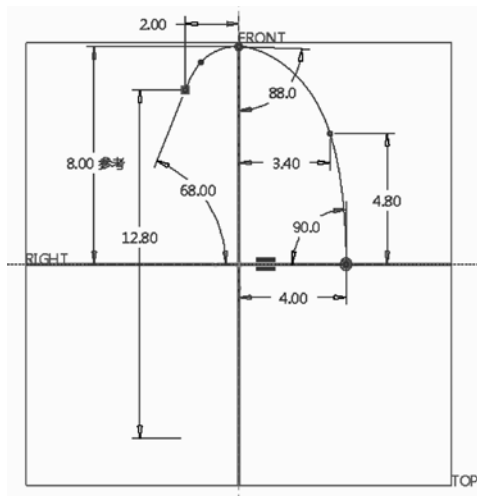
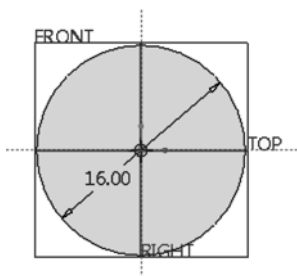

图 13-110 绘制一个圆
图 13-111 绘制样条曲线
① 在功能区的“模型”选项卡的“基准”面板中单击“草绘”按钮，弹出“草绘”对话框。
② 选择“FRONT（基准平面）”作为草绘平面，默认以“RIGHT（基准平面）”为“右”方向参考，单击“草绘”对话框中的“草绘”按钮，进入草绘模式。接着单击“草绘视图”按钮使草绘平面平行于屏幕。
③ 绘制如图 13-110 所示的一个圆。
④ 单击“确定”按钮，完成草绘并退出草绘模式。
① 在功能区的“模型”选项卡的“形状”面板中单击“旋转”按钮，接着在打开的“旋转”选项卡中单击“曲面”按钮。
② 在“旋转”选项卡中打开“放置”面板，单击“定义”按钮，弹出“草绘”对话框。
③ 选择“TOP（基准平面）”作为草绘平面，草绘方向参考为“RIGHT（基准平面）”，在“草绘”对话框的“方向”下拉列表框中选择“底部”选项，然后单击“草绘”按钮。
④ 单击“草绘视图”按钮，以定向草绘平面使其与屏幕平行。接着在“基准”面板中单击“中心线”按钮来绘制一条水平几何中心线为旋转轴；在“草绘”面板中单击“样条”按钮绘制如图 13-111 所示的一条样条曲线，注意相关的尺寸和几何约束，然后单击“确定”按钮。